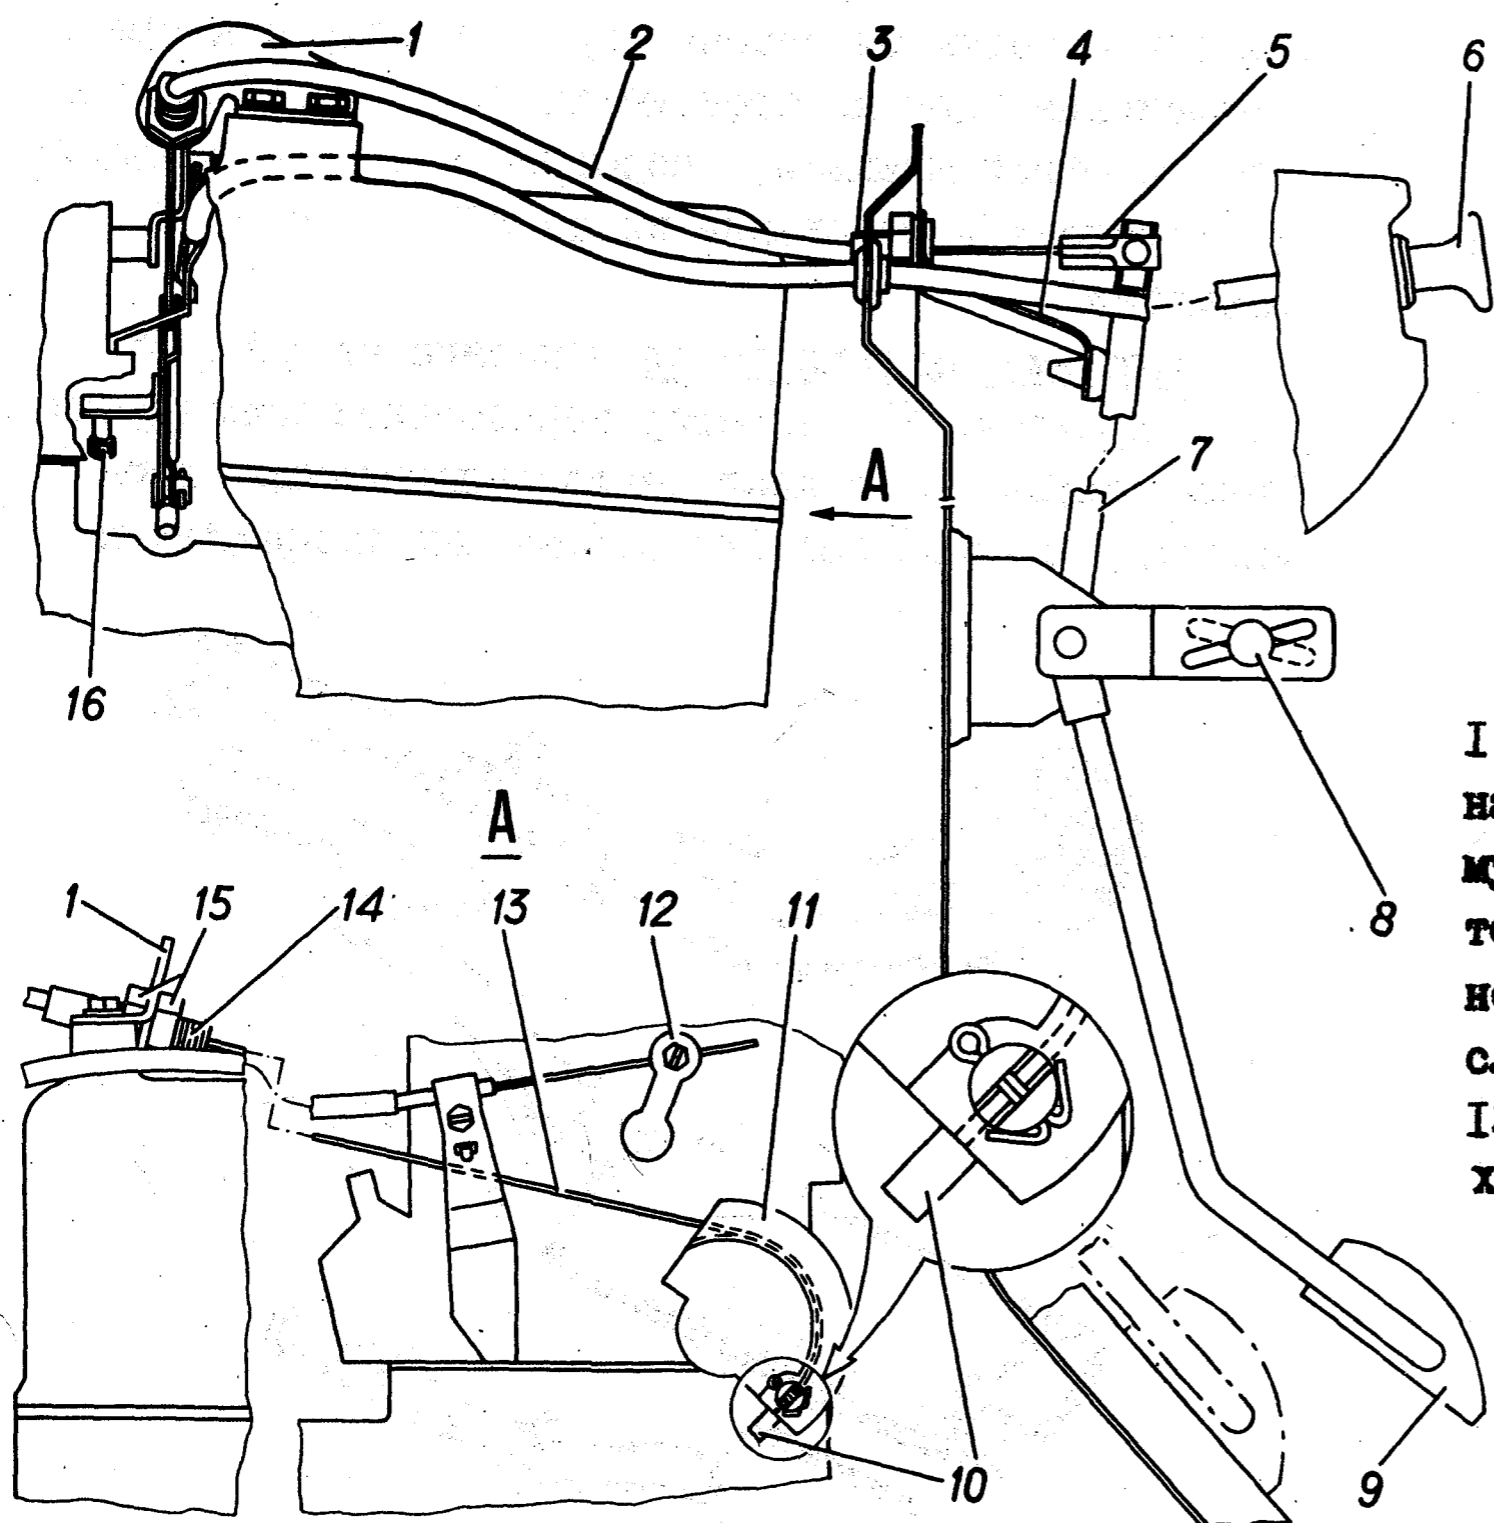

Рис. 35. Привод управления карбюратором:
Управление дроссельными заслонками карбюратора осуществляется педалью 9 (рис. 35), соединенной с рычагом II дроссельных заслонок при помощи тросика I3, скользящего в пластмассовой трубке 2.
1. Со стороны подкапотного пространства продеть тросик через отверстия наконечников 3 и 14 (рис. 35) пластмассовой трубки.